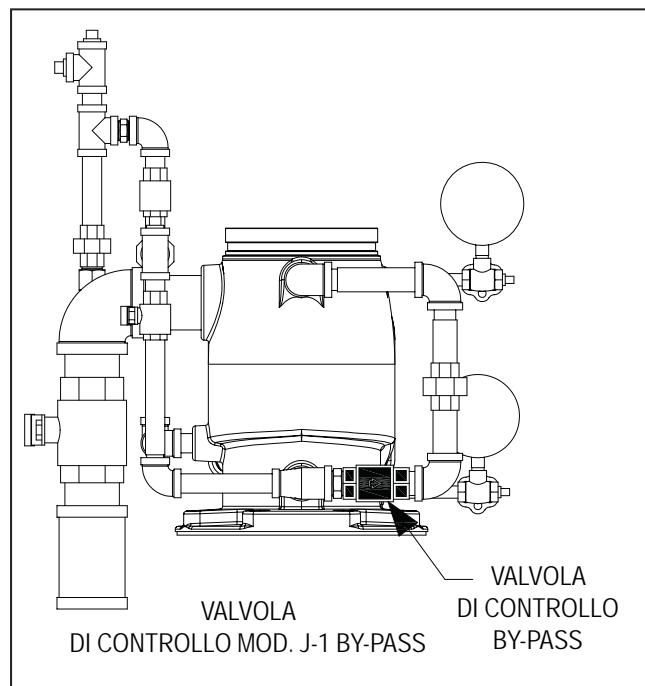

Figura 57
2. Pulizia e posizionamento della valvola di controllo sul by-pass del trim esterno (Figura 57). Se entrambi i manometri fluttuano in alto e in basso nello stesso momento è molto probabile che la valvola by-pass perda. (Far riferimento alla figura 58-59). Se si verificano, nello stesso momento, delle fluttuazioni anormale segnalate da entrambi i manometri, con molta probabilità la valvola by-pass ha una perdita (far riferimento alle Figure 58 e 59). Prima di tutto è necessario chiudere il passaggio dell'acqua all'impianto. Poi rompere l'unione nella linea dove si trova il dispositivo di prova impianto e aprire e chiudere normalmente il dispositivo di prova impianto per verificare se l'acqua rifluisce nel sistema attraverso la valvola di controllo.